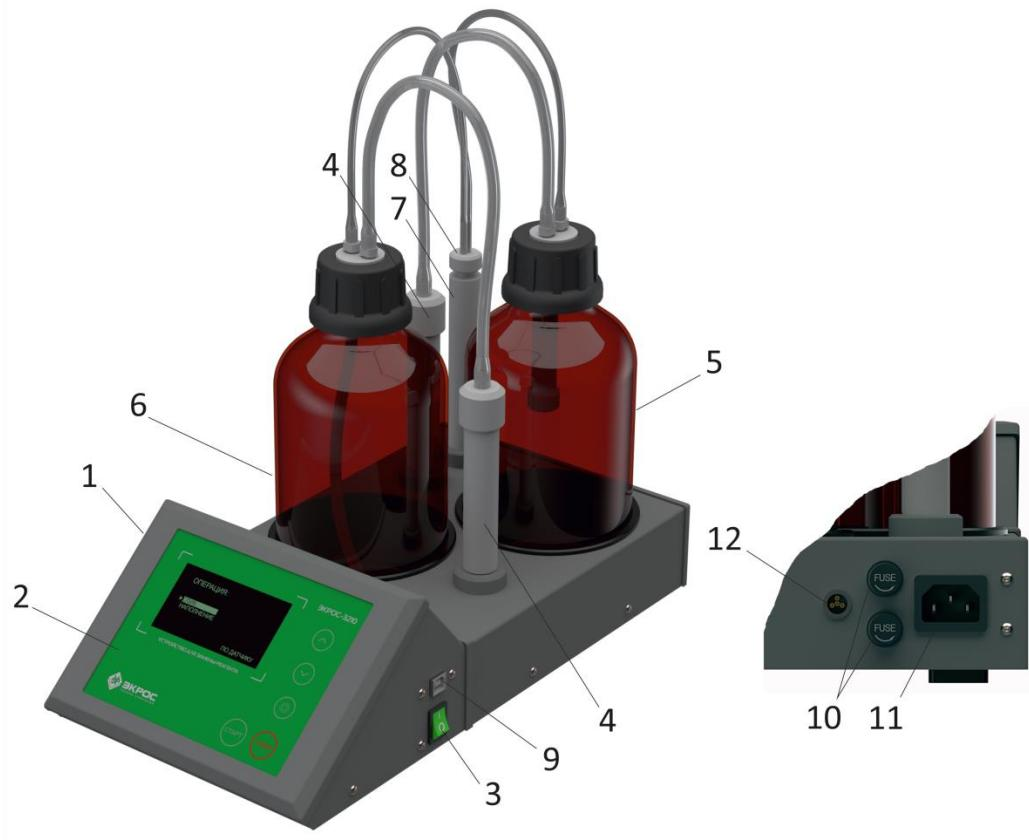

Рисунок 1
- 5.5. Устройство (Рисунок 1) состоит из корпуса (1) в передней части которого расположена панель управления (2), справа на боковой стенке – сетевой выключатель (3) и дополнительно - разъём USB B (9), справа и слева задней части установлены патроны осушителя (4), а также держатель (7) для размещения адаптера рабочей ёмкости (8). В задней части корпуса также находятся гнёзда для размещения приёмной (5) и питающей (6) ёмкостей.
- 8.1.3. Убедиться в том, что в питающей ёмкости Устройства (поз. 6, Рисунок 1) имеется достаточное количество реагента, а в приёмной ёмкости (поз. 5, Рисунок 1) достаточно свободного места для содержимого ячейки.
- 8.1.4. В зависимости от конструкции титрационной ячейки, либо извлечь пробку вспомогательного порта, либо отвинтить и извлечь порт ввода пробы вместе с септой и в освободившееся отверстие вставить адаптер рабочей ёмкости (поз. 9, Рисунок 1).
- 8.1.13. По окончании операций по замене реактива извлечь адаптер рабочей ёмкости из титрационной ячейки и поместить его обратно в пробирку для его размещения на корпусе Устройства (поз. 8, Рисунок 1).
8.2.1. Включить питание Устройства с помощью сетевого выключателя (поз. 3, Рисунок 1).
8.2.2. Убедиться в том, что в питающей ёмкости Устройства (поз. 6, Рисунок 1) имеется достаточно количество реактива, а в приёмной ёмкости (поз. 5, Рисунок 1) достаточно свободного места для содержимого рабочего сосуда.
8.2.3. Вставить адаптер рабочей ёмкости (поз. 9, Рисунок 1) во входное отверстие рабочего сосуда.